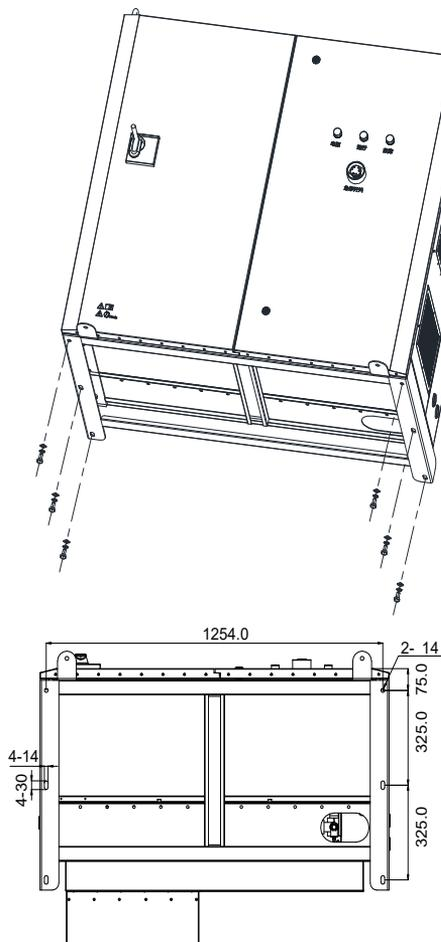

图 2-1 变频柜固定底座安装示意图
- 图 2-1 以 450kW~800kW 水冷变频柜底座安装为例，其他功率的底座安装请以实际机型的安装为准。